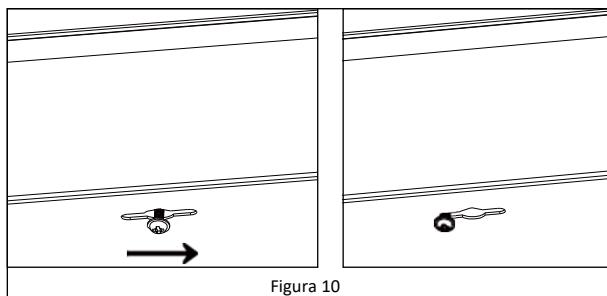

Figura 10
8. Guía las cabezas de los cuatro tornillos para madera en las ranuras de ojo de cerradura y desliza la base de la lámpara en la dirección tal que las cabezas de los tornillos para madera descansen sobre la parte estrecha de la ranura de ojo de cerradura. Asegúrate de que la lámpara esté apoyada y aprieta los cuatro tornillos para madera hasta que la lámpara esté asegurada a la superficie de montaje. *Ver la Figura 10.*